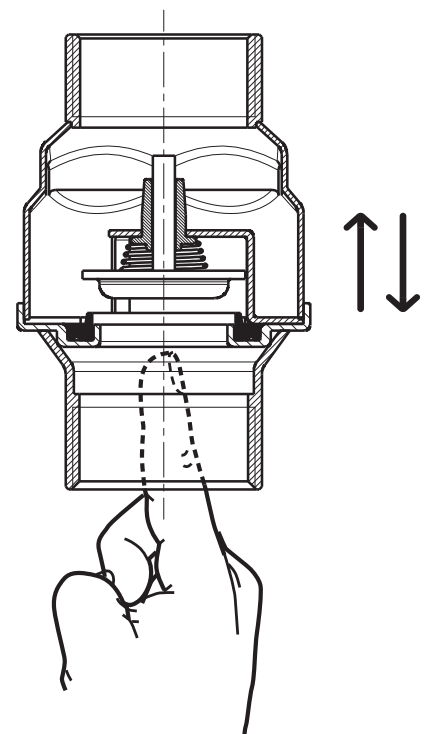

Fig. 1
- Controlar se a válvula funciona de forma correta empurrando o obturador pelo lado de aspiração no sentido indicado pela seta marcada no corpo da válvula (Fig. 1). O obturador deve deslocar-se para cima e, uma vez livre, deve voltar sozinho para baixo. Se isso não acontecer, verificar se não há corpos estranhos dentro da válvula e repetir a operação. Se o obturador não se deslocar livremente, a válvula não deve ser montada.